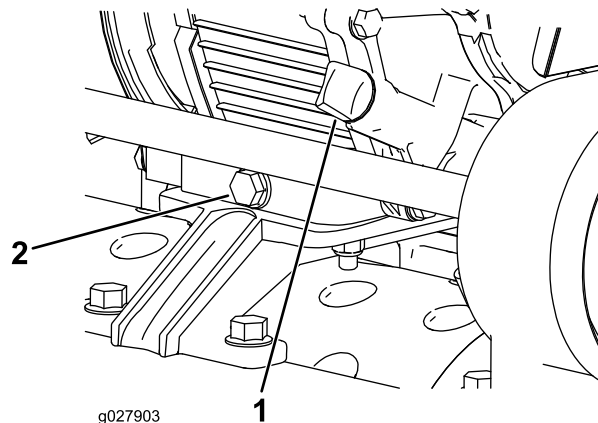

図 23
1. エンジンが水平になるように駐車し、オイルゲージの周囲をきれいに拭く 図 23。